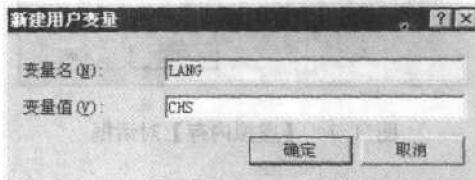

图 1.5 【新建用户变量】对话框
- (5) 在【Administrator 的用户变量】选项组单击【新建】按钮，显示如图 1.5 所示的【新建用户变量】对话框。在【变量名】文本框中输入“LANG”、在【变量值】文本框中输入“CHS”，即设置系统默认语言为中文，否则无法安装中文版 Pro/ENGINEER 软件，然后一直单击【确定】按钮即可。